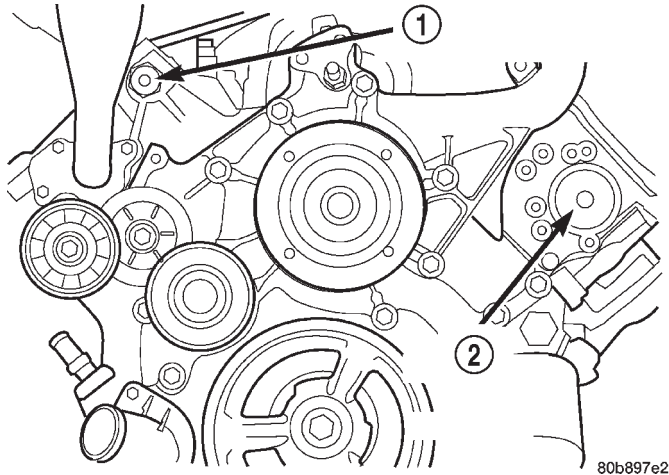

Abb. 57 Verschlussstopfen/Zylinderkopf
(17) Den rechten Sekundärkettenspanner ausbauen. Näheres hierzu siehe "Steuerkette und Kettenräder" in diesem Abschnitt.
(18) Verschlussstopfen am Zylinderkopf entfernen (Abb. 57).